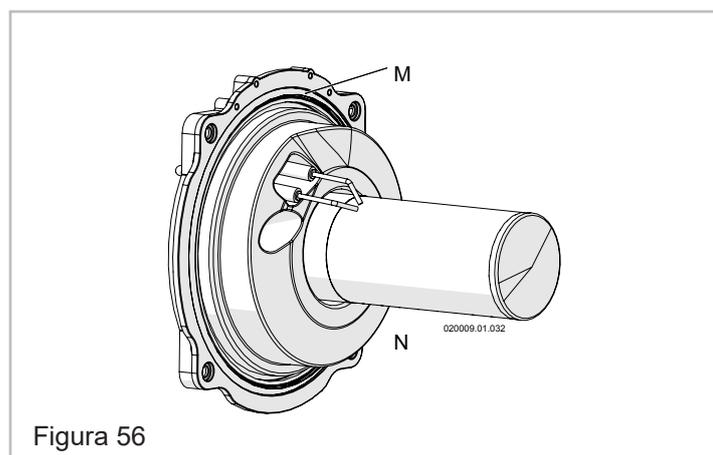

Figura 56
**⚠ ATTENZIONE!!!** La guarnizione "M" di Figura 56 garantisce la tenuta della camera di combustione. Se la guarnizione è danneggiata **NON** riutilizzarla, deve essere sostituita assieme al gruppo bruciatore. Per la sostituzione consultare il costruttore.
**⚠ ATTENZIONE!!!** La guarnizione di tenuta della porta bruciatore "M" di Figura 56, indipendentemente dal suo stato, va sostituita almeno ogni due anni.